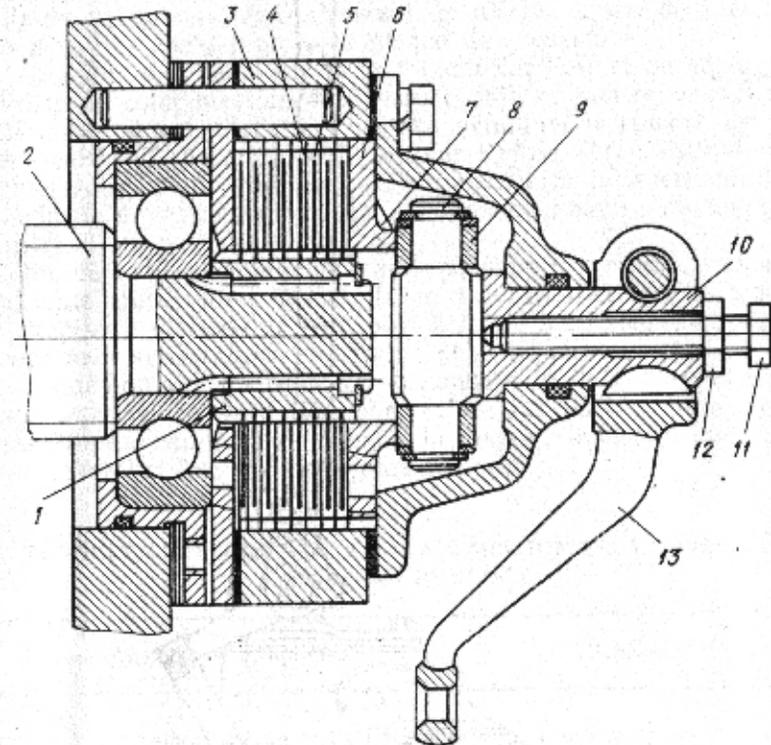

Fig. 58. Frein de stationnement
Frein de stationnement. Pour retenir le tracteur sur les pentes jusqu'à 20° on a prévu un frein de stationnement mécanique commandé à main (fig. 58).
(cf. fig. 58). Les rouleaux 9 qui se déplacent le long du pourtour profilé 7, serrent les disques en assurant ainsi le freinage du tracteur. En position de freinage le levier est retenu par un secteur denté à l'aide d'un loquet.
- a) dévisser l'écrou 12 (cf. fig. 58);